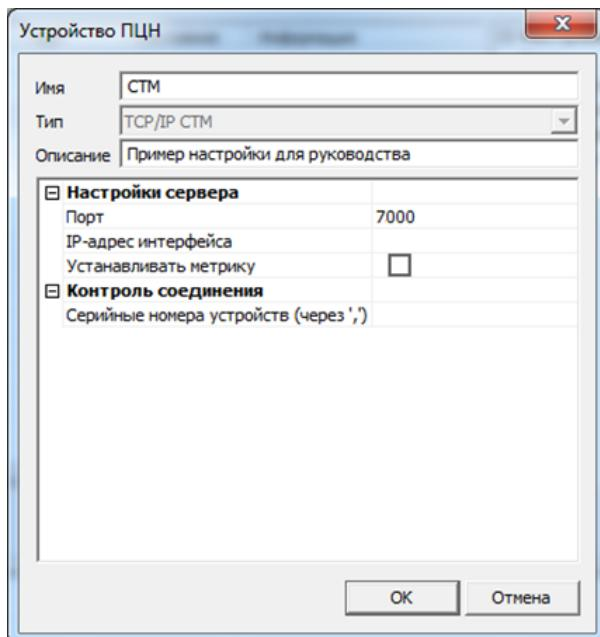

Рис. 7.4. Параметры устройства ПЦН типа *TCP/IP СТМ*
4. В открывшемся окне *Устройство ПЦН* задайте описанные ниже параметры и нажмите кнопку *OK* (рис. 7.4).